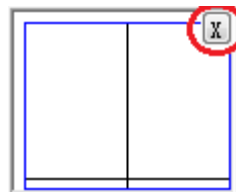

图 2.5.7 区域组二小视图及删除按钮
- 点击视图右上角的删除按钮，如下图 2.5.7 所示，可将绘图区域清空。